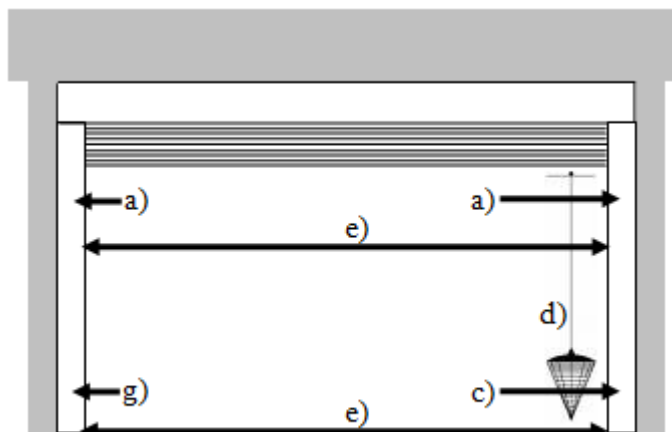

Figure 1
- d) Vérifier l'aplomb latéral de la coulisse de droite (figure 1) et la caler si besoin.
- e) Vérifier le parallélisme des coulisses (figure 1).